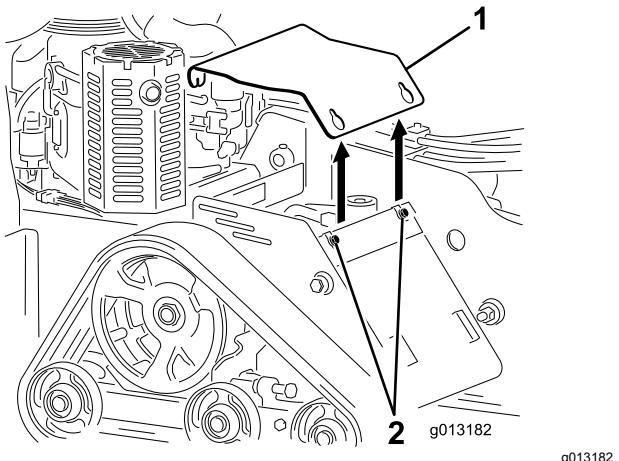

Figura 22
4. Afloje secuencialmente los 3 pernos que sujetan la cubierta al bastidor hasta que la cubierta quede suelta (Figura 22).
6. Para instalar la tapa antes de utilizar la máquina, deslícela en su sitio y sujetela con los 3 pernos que retiró anteriormente (Figura 22).